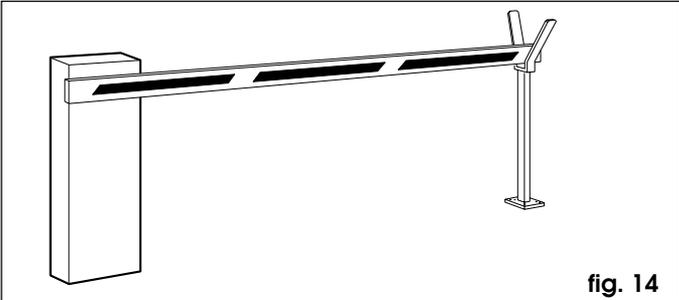

fig. 14
**SUPPORTO A FORCELLA (fig.14)**